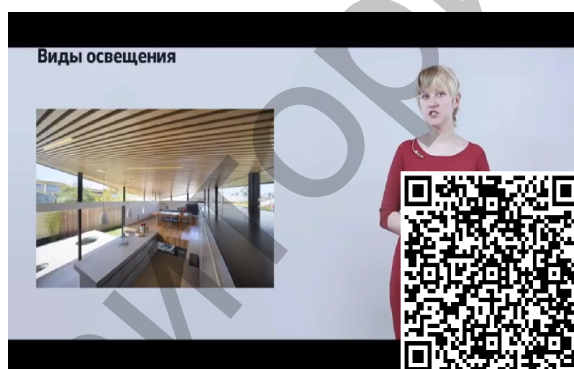

Рис.8 Классификация освещения (видео 6 мин. 53 с.)
**Основные виды искусственного освещения** (рис. 8): рабочее, дежурное, охранное и аварийное.